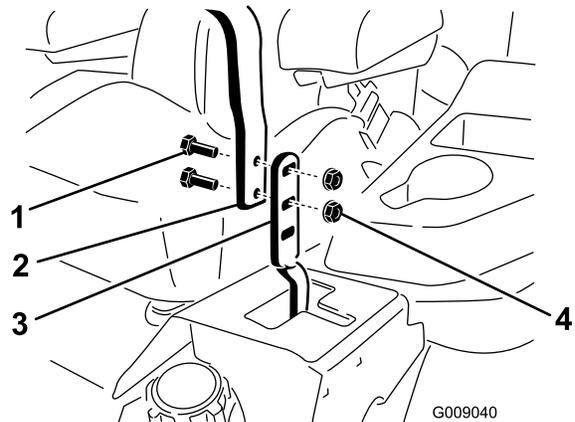

Figura 79
3. Allentate i bulloni e i dadi delle flange montati sulle leve (Figura 79).